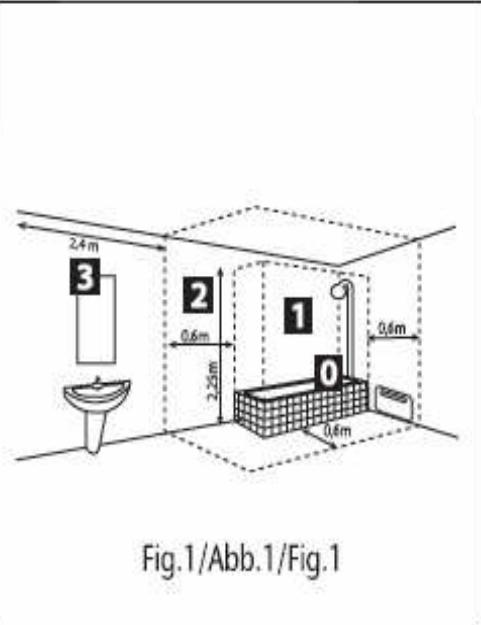

Fig.1/Abb.1/Fig.1
- 4) Dans une salle de bain ne pas installer ce produit dans les volumes V0 et V1 (voir fig 1). Prévoir un bac de rétention avec écoulement à l'égout si le chauffe-eau est installé au-dessus d'un local habitable.